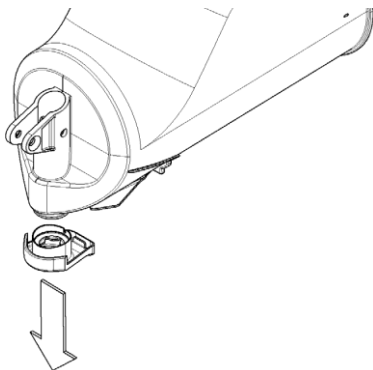

Рис. 8
- 7 Снять ограничитель потока с контейнера (см. Рис. 8).